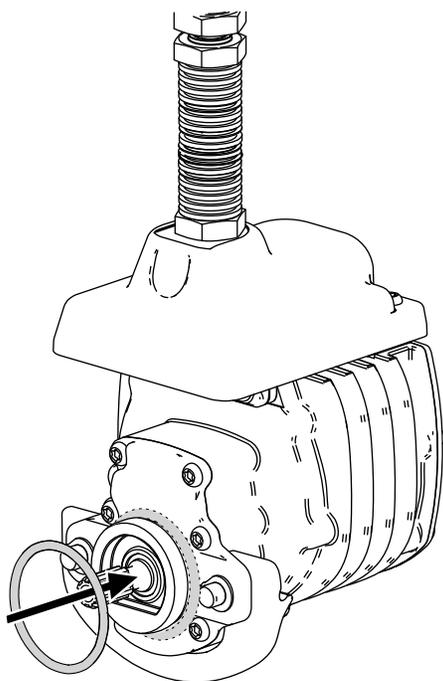

Рисунок 11
3. Установите уплотнительное кольцо на каждый двигатель барабана, как показано на Рисунок 11.